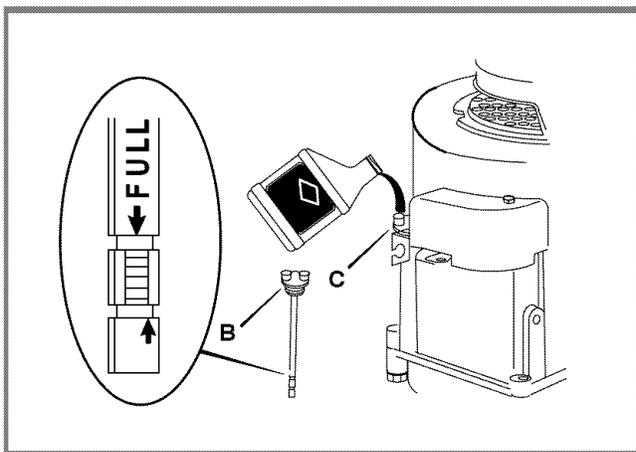

Figura 19: Llenado de Aceite
- 9 Antes de verificar el nivel de aceite, espere 2 minutos para que el aceite drene de la boca de llenado de aceite. Luego, coloque la varilla indicadora y verifique el nivel del aceite. Asegúrese de que aceite esté en la marca FULL (LLENO) que aparece en la varilla indicadora (ver Figura 19). No sobrepase este nivel.